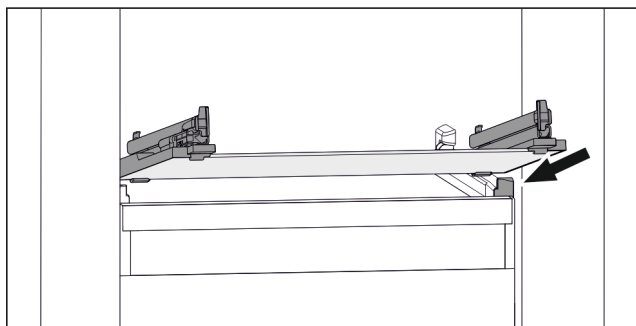

Fig. 64 Příklad znázornění skleněné desky
- ▶ Nasadte skleněnou desku šikmo za zarážky. (viz Fig. 64)